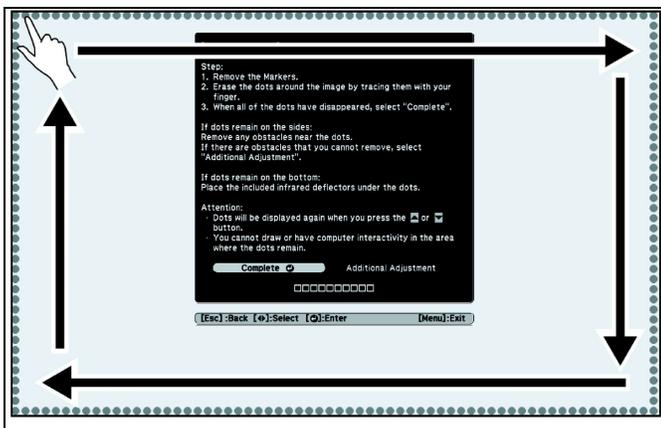

Figure 48
18. Balayez les points avec votre doigt. Lorsque l'angle est correctement ajusté, les points disparaîtront. (Voir figure 48)